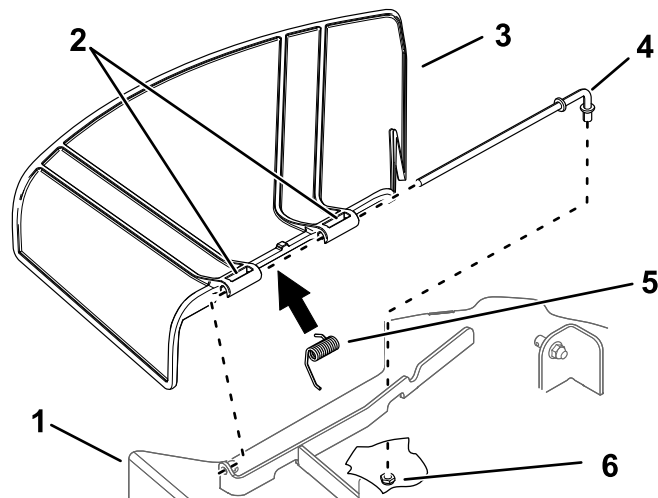

Figura 69
1. Retire la tuerca ($\frac{3}{8}$ " de la varilla (debajo del cortacésped) (Figura 69).
2. Retire la varilla del soporte de la carcasa, del muelle y del deflector de hierba (Figura 69).
4. Instale el deflector de hierba nuevo (Figura 69).
7. Deslice la varilla por el segundo pivote del deflector de hierba (Figura 69).
9. Sujete el extremo trasero de la varilla al cortacésped con una tuerca ($\frac{3}{8}$ " de la varilla), según se muestra en Figura 69.